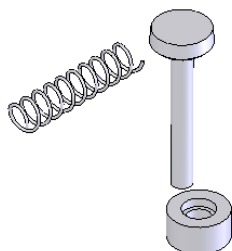

图 7-118 插入零件
**04** 插入零件。在菜单栏中选择“插入”→“零部件”→“现有零部件/装配体”命令, 分别将弹簧和限位罗圈插入装配体中, 单击标准视图工具栏上的等轴测按钮, 以等轴测视图观看模型, 如图 7-118 所示。